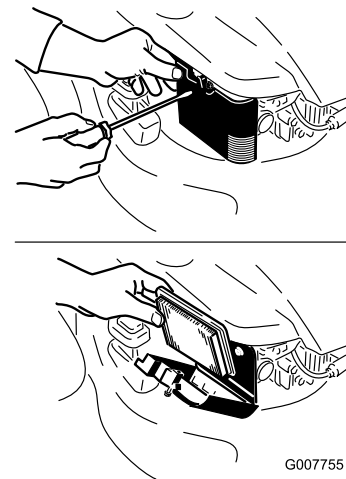

Figura 23
2. Aprite il coperchio del filtro dell'aria ed estraete il filtro da sostituire (Figura 23).